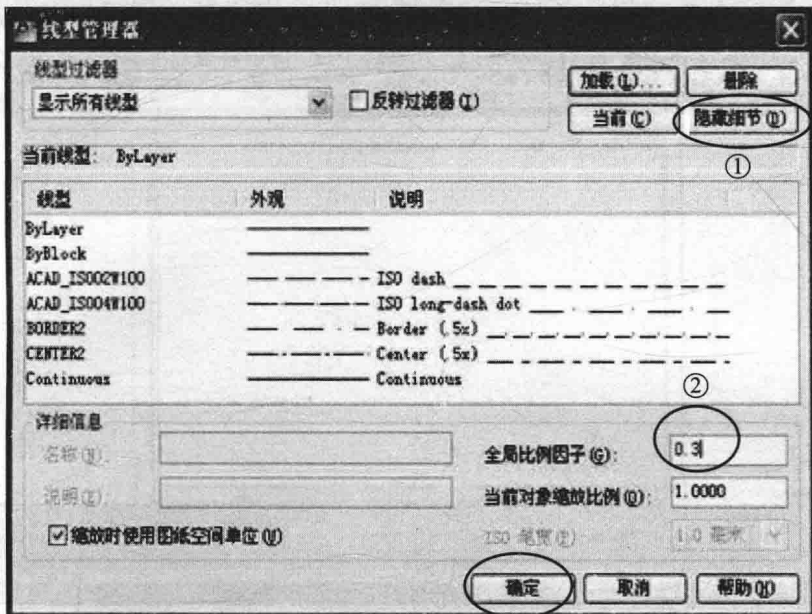

图 1-5 “线型管理器”对话框
在菜单栏,依次单击 **格式(O) → 线型(L)...** 按钮,系统弹出如图 1-5 所示的“线型管理器”对话框。在“线型管理器”对话框内,从线型列表中选择某一线型后,在图 1-5 对话框①的位置单击 **显示细节(D)** 按钮,在“详细信息”选项中,图 1-5 对话框②的位置设“全局比例因子”为 0.3,使线型符合国家机械制图标准。